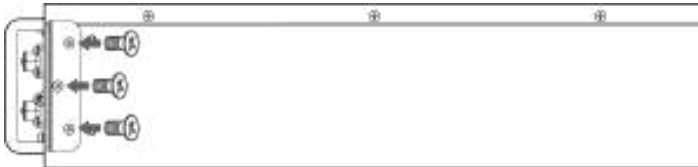

Abbildung 4-2
- a) Befestigen Sie mit den 6 Schrauben M4*8 die Festösen des Akkupacks an beiden Enden des Akkus entsprechend der Abbildung 4-2.
- A. Hängen Sie die Batterie gemäß Abbildung 4.2 an die Wand.